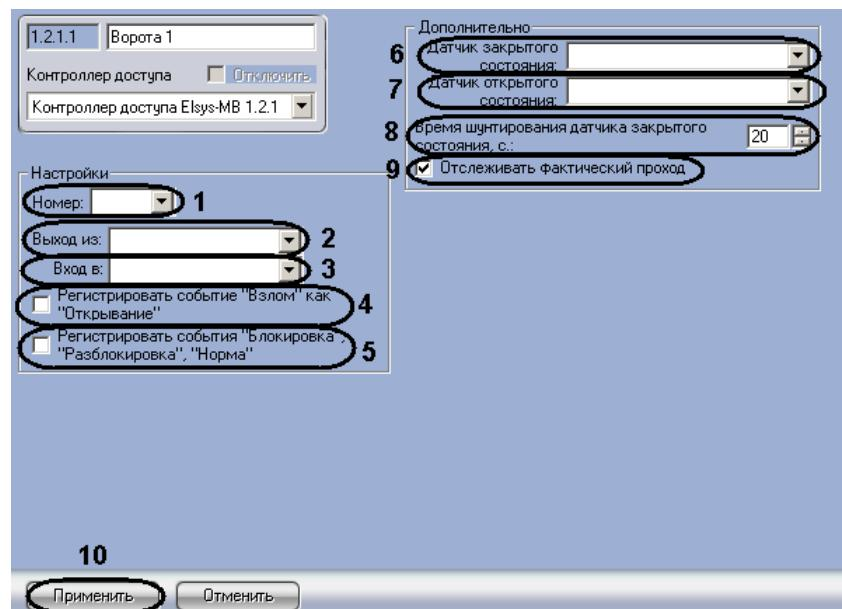

Рис. 3.4-14 Панель настроек объекта Ворота
2. Перейти на панель настроек объекта **Ворота** (Рис. 3.4-14).
3. Из раскрывающегося списка **Номер:** выбрать адрес точки доступа (см. Рис. 3.4-14, 1).
4. Из раскрывающегося списка **Выход из:** выбрать объект **Раздел**, соответствующий территории, расположенной со стороны входа через считыватель (см. Рис. 3.4-14, 2).
5. Из раскрывающегося списка **Вход в:** выбрать объект **Раздел**, соответствующий территории, расположенной со стороны выхода через считыватель (см. Рис. 3.4-14, 3).
6. Если необходимо, чтобы в контроллере регистрировалось событие **Взлом** как событие **Открывание**, установить соответствующий флажок (см. Рис. 3.4-14, 4).
7. Для того чтобы в протоколе событий регистрировались события **Блокировка**, **Разблокировка**, **Норма**, необходимо установить соответствующий флажок (см. Рис. 3.4-14, 5).
8. Из раскрывающегося списка **Датчик закрытого состояния:** выбрать вход, используемый для мониторинга состояния ворот (см. Рис. 3.4-14, 6).
9. Из раскрывающегося списка **Датчик открытого состояния**: выбрать вход, используемый для контроля состояния ворот **Открыто полностью** (см. Рис. 3.4-14, 7).
10. В поле **Время шунтирования датчика закрытого состояния, с.:** установить с помощью кнопок **вверх-вниз** время шунтирования датчика закрытого состояния ворот в секундах (см. Рис. 3.4-14, 8).
11. Установить флажок **Отслеживать фактический проход**, если необходимо регистрировать проход по срабатывания датчика прохода (см. Рис. 3.4-14, 9).
12. Для сохранения изменений необходимо нажать кнопку **Применить** (см. Рис. 3.4-14, 10).